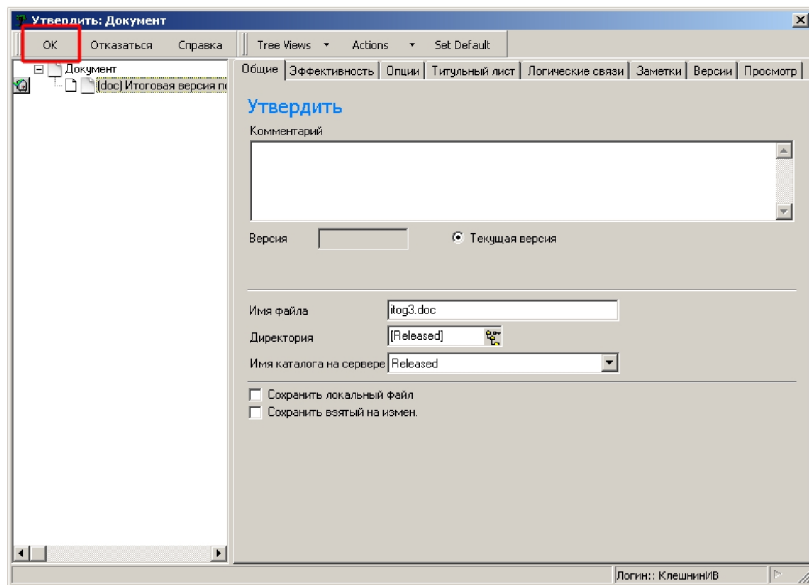

Рис. 12 – Подтверждение отправки документа в архив
- в открывшемся окне (рис. 12) нажать «ОК».